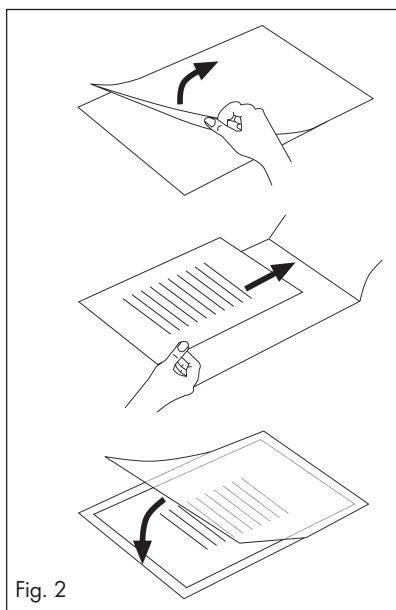

Fig. 2
-  Asegúrese de utilizar solo una funda para el plastificado. Ábrala de la manera indicada en el ejemplo de la fig. 2.